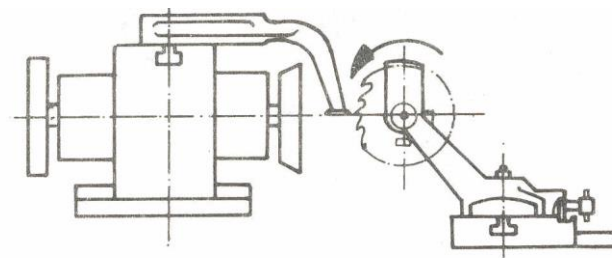

Fig. 16
Los filos de los dientes de las fresas que trabajan periféricamente deben afilarse rigurosamente rectilíneos si se trata de dientes rectos, o según una hélice en el caso de fresas helicoidales (Fig. 16).
- c. Suelte la brida limitadora y gire la herramienta hasta que la arista de corte de un diente apoye en la lámina del indicador de centros (Fig.16).